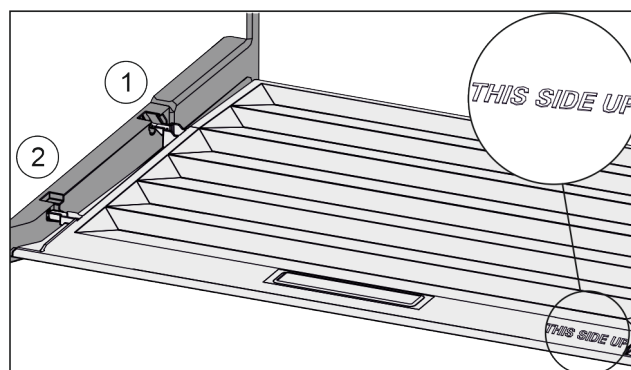

Fig. 110
- ▶ Výstupky veka zaveďte cez otvor zadného držiaka Fig. 110 (1) a zaistite vpredu v držiaku Fig. 110 (2).